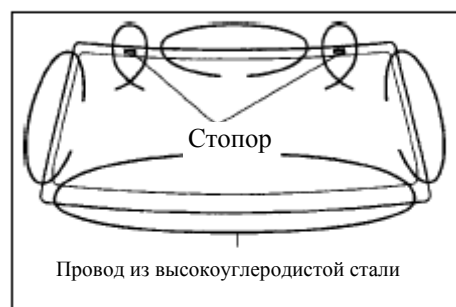

Рис. 544
4. **Снимите ветровое стекло (рис. 544, 545)**